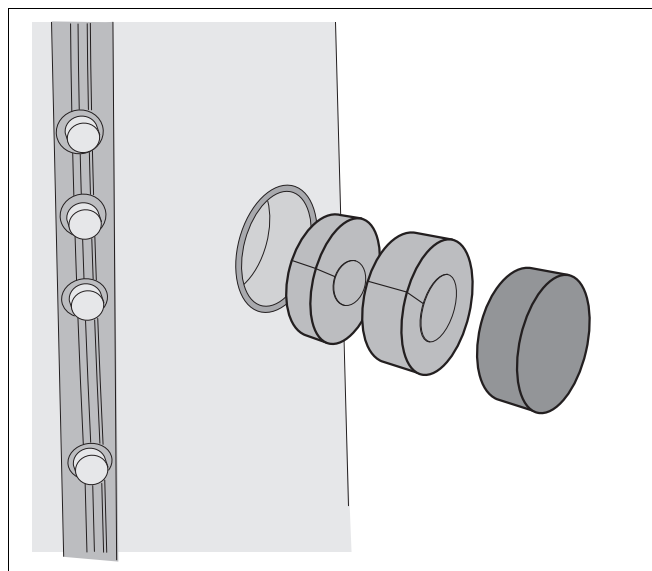

Рис. 14 Части теплоизоляции, закрывающие подключение электронагрева
- ▶ Закройте соединительный штуцер EH (рис. 14) деталями теплоизоляции и вставьте заглушку.
Если используется электронагревательная вставка, то действует та же последовательность монтажа частей теплоизоляции, как показано на рис. 14. Теплоизоляционные пробки и заглушка в этом случае не требуются.